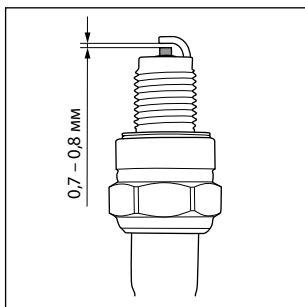

Рис. 17
6. Проверьте величину зазора между заземляющим и центральным электродами, используя специальный шуп. При необходимости установите зазор 0,7-0,8 мм (рис. 17).